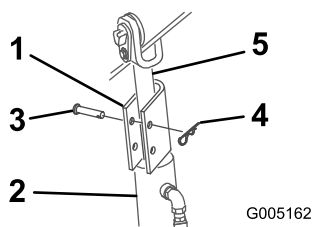

Figura 25
4. Posizionate un blocco del cilindro sull'asta di ogni cilindro di sollevamento (Figura 25).
5. Fissate ogni blocco del cilindro con un cavallotto con perno e una coppiglia (Figura 25).